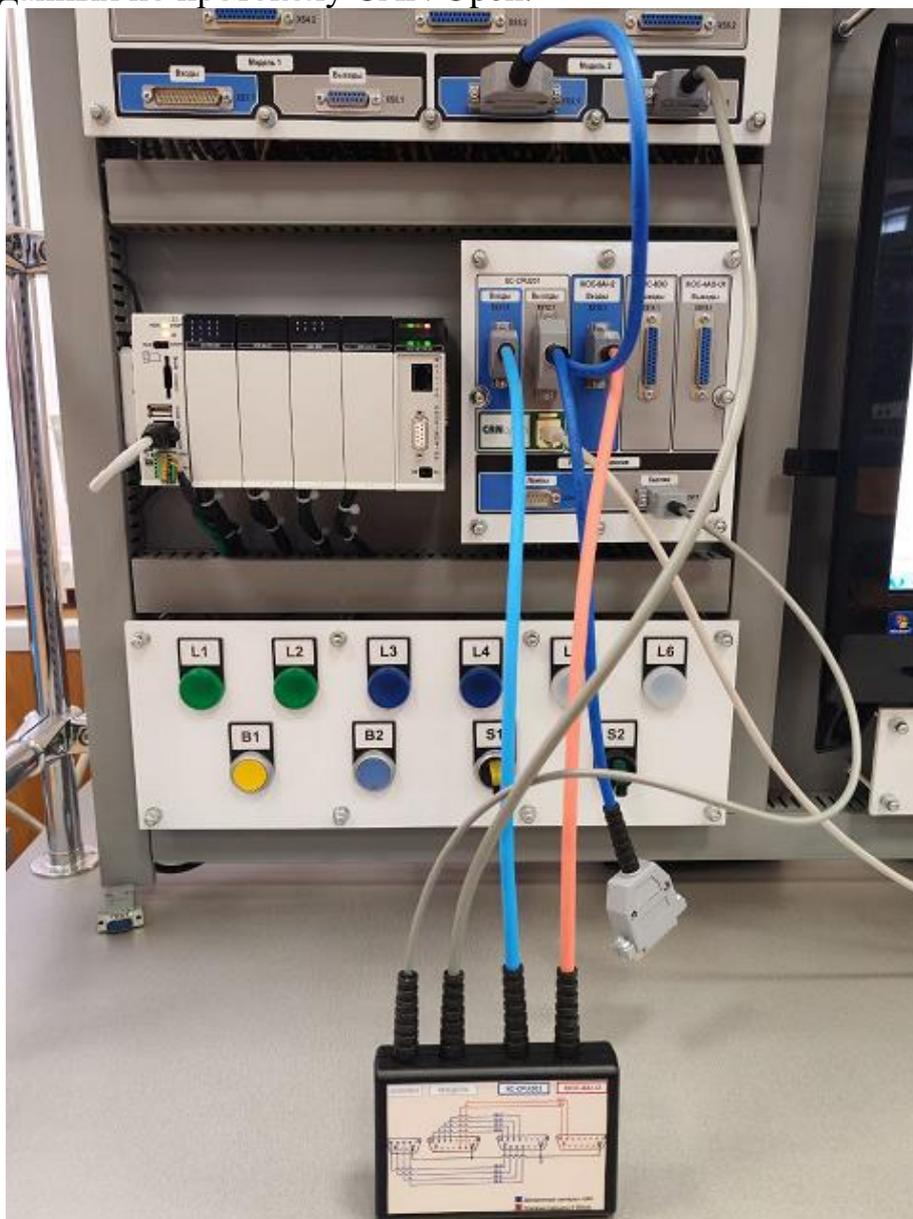

Рис. 98. Подключение контроллера к модели нефтяной задвижки
1. *Создайте электрическое соединение лабораторной установки с контроллером. Соедините необходимые провода между датчиками физической модели и входами «I» контроллера (рис. 98). Также соедините необходимые провода между входами исполнительных элементов физической модели и выходами «Q» контроллера. Данные соединения должны производиться в соответствии с назначением переменных физических входов/выходов в редакторе объявлений PLC_PRG. Объявленные переменные соответствуют определённым датчикам и исполнительным элементам физической модели. Соедините модульный*